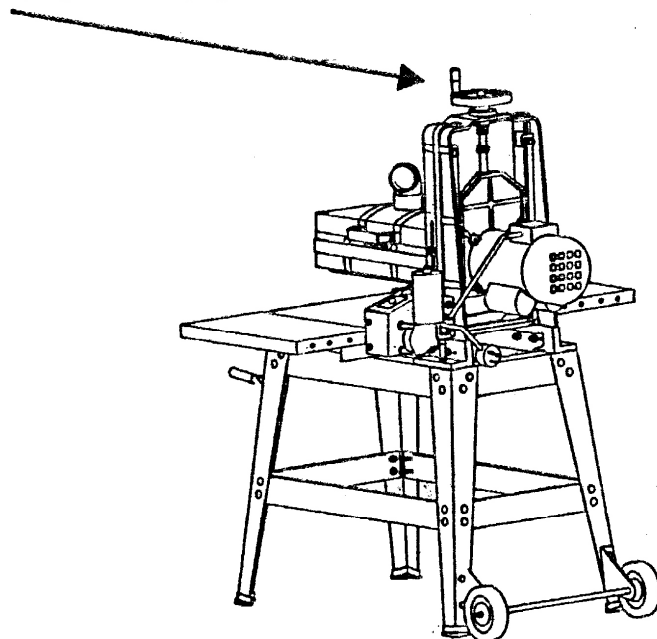

Figure 7
3. Faites glisser la manivelle vers le bas (Figure 7).